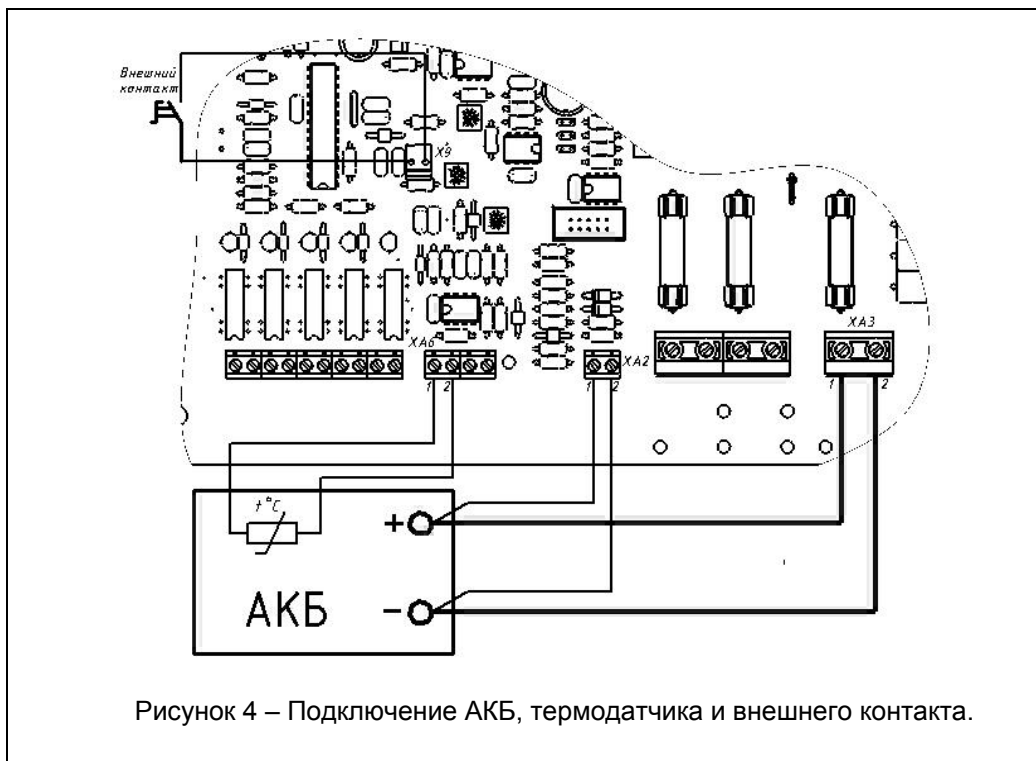

Рисунок 4 – Подключение АКБ, термодатчика и внешнего контакта.
- ◆ При необходимости термокомпенсации напряжения заряда АКБ подключите термодатчик к соответствующим контактам колодки XA6 «Термодатчик». Чувствительный элемент термодатчика закрепите на корпусе АКБ с помощью липкой ленты. Для корректной работы термодатчика необходимо обеспечить плотное прилегание чувствительного элемента датчика к поверхности корпуса батареи (см. рисунок 4).
- ◆ При необходимости, удалите перемычку-заглушку на разъеме X9 и на ее место подключите внешний контакт включения/отключения выхода SA1 (см. рисунок 4).
- ◆ Подключите, **соблюдая полярность**, АКБ номинальным напряжением 12В к источнику (см. рисунок 4):